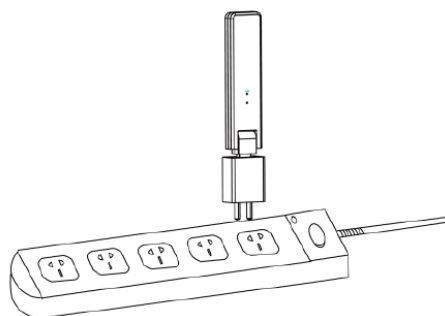

Figure 2
b. Si vous utilisez une barre d'alimentation, veillez à ce qu'elle soit placée à au moins 1 mètre au-dessus du sol et essayez d'installer le SLA à 90 degrés à la verticale du sol dans la mesure du possible (figure 2).